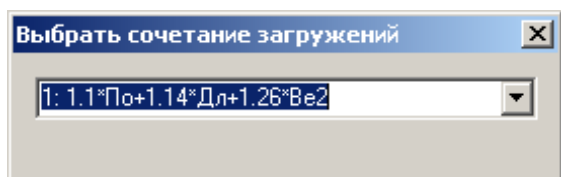

Рис.4.4.6. Окно диалога **Выбор сочетания загружений**
- В открывшемся окне диалога **Выбор комбинации** (рис. 4.4.6) оставьте строку по умолчанию.